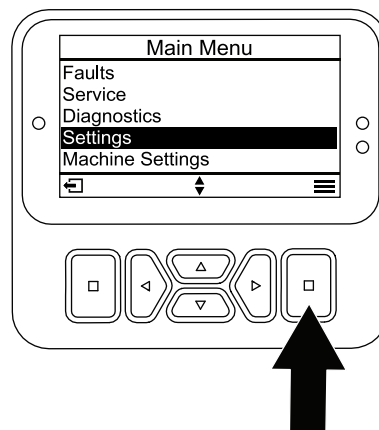

Figura 24
1. Dal MAIN MENU (MENU PRINCIPALE), scorrete verso il basso fino al menu SETTINGS (IMPOSTAZIONI) e premete il pulsante seleziona (Figura 24).